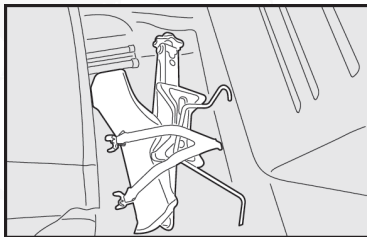

fig. 12
- 13) Guarde el gato en el soporte de las herramientas fig. 12, fijándolo para evitar vibraciones o se suelte durante la marcha.